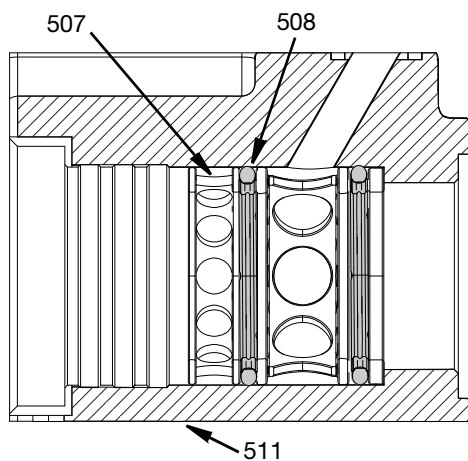

FIG. 23
5. Insérez l'anneau du distributeur de suintement (507) dans l'alésage du boîtier pivotant (511). Il est recommandé d'utiliser l'**Outil d'insertion/retrait de siège de matériau, 17V972** à la page 38 et un maillet à face souple. Pousser complètement la bague du distributeur de suintement et le joint rotatif (508) contre la bague de support de matériau (509). Voir FIG. 23.